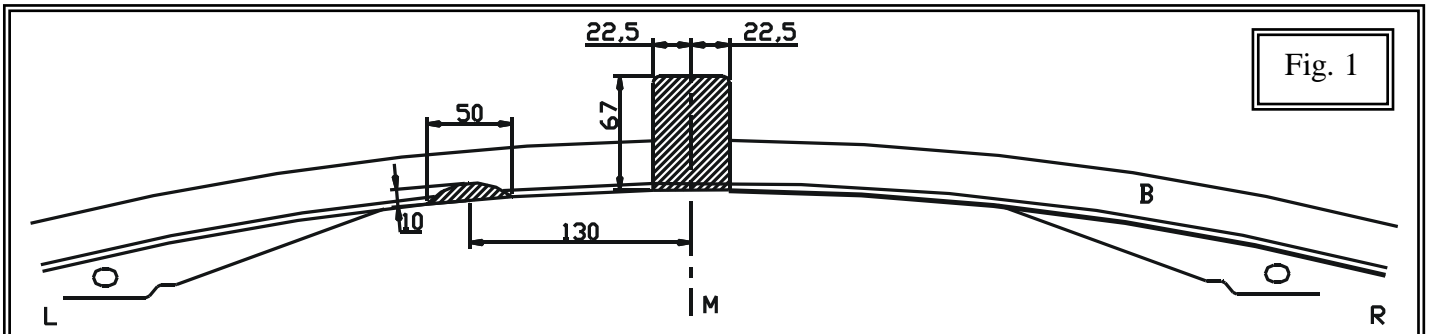
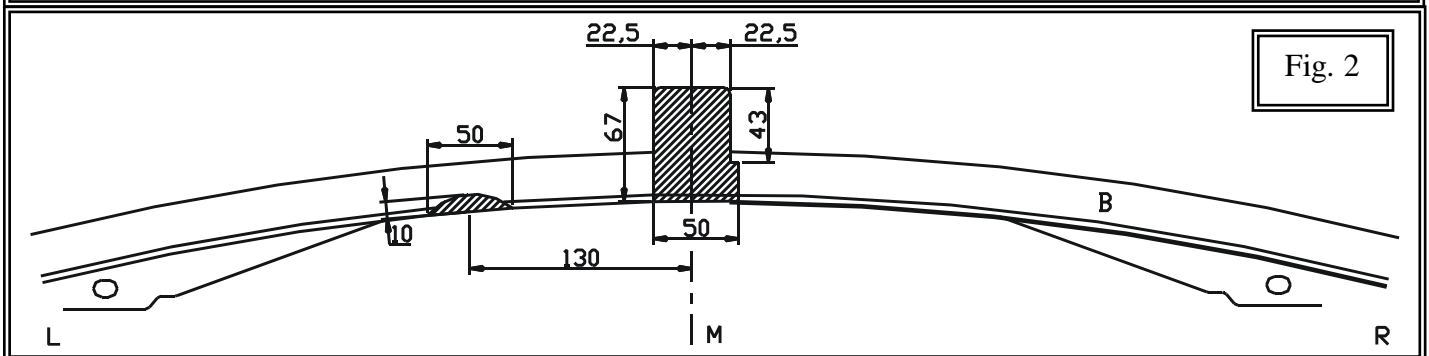

Fig. 1
Fig. 2
- 2) Positioneer de trekhaak met de punten (A) in de vrijgekomen openingen achteraan het voertuig, (A) past met de voorziene boringen in de onderzijde van de chassisbalken. Breng de contraplaten (1) en (2) tegen de onderzijde van de chassisbalk aan en breng de bouten in, schroef deze handvast.
- 3) Positioneer de monteerstukken (3) (links) en (4) (rechts) met de punten (B) op de van schroefdraad voorziene boringen in de achterplaat van het voertuig waar de stootbalk was bevestigd (zie foto 1 & 2) en met de punten (C) op de punten (C) van de trekhaak. Breng de bouten in en schroef alles degelijk vast (zie aanhaalmomenten).
- 5) Maak in de onderzijde van de bumper een insnijding volgens fig. 1 voor de vaste kogel en volgens fig. 2 voor de afneembare kogel. Monteer de bumper op het voertuig.
- 2) Placer l'attelage avec les points (A) sur les espaces à l'arrière du véhicule, (A) sur les trous prévus du côté inférieur de la poutre du châssis. Placer les contre-plaques (1) et (2) contre le côté inférieur de la poutre du châssis et insérer les boulons mais ne pas serrer.
- 3) Positionner les pièces de montage (3) à gauche et (4) à droite avec les points (B) sur les trous filetés dans la contre-plaque du véhicule où le butoir était fixé (cfr. photo 1 & 2) et avec les points (C) de l'attelage. Insérer les boulons et bien visser le tout (cfr. couples de serrage).
- 5) Faire une découpe du côté inférieur du pare-chocs selon fig. 1 pour la boule fix et selon fig. 2 pour la boule escamotable. Monter le pare-chocs sur le véhicule.
- 2) Place the tow bar with points (A) on the holes at the back of the vehicle, (A) matches the provided drillings in the bottom of the chassis beams. Place the plates (1) and (2) against the bottom of the chassis beam and insert the bolts without tightening.
- 3) Place the assembly pieces (3) at the left and (4) at the right with points (B) on the screw-thread holes in the back plate of the vehicle where the buffer beam was fastened (see picture 1 & 2) and with points (C) on points (C) of the tow bar. Insert the bolts and tighten everything firmly (see tension).
- 5) Make an incision at the bottom of the bumper according to fig.1 for the fixed ball and according to fig. 2 for the escamotable ball. Assemble the bumper on the vehicle.